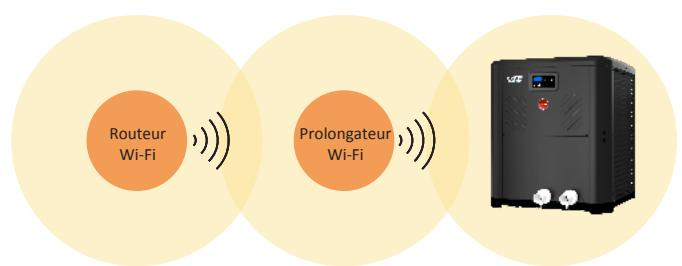

Figure 123. Prolongateur Wi-Fi
- Ajoutez un prolongateur Wi-Fi pour couvrir la zone où se trouve l'appareil ou activez un nouveau point d'accès Wi-Fi. Voir **Figure 123**.